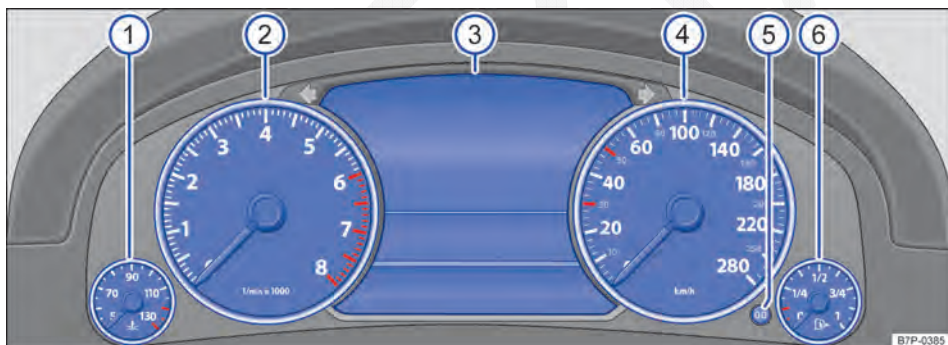

Fig. 17 No painel de instrumentos: instrumento combinado.
Esclarecimento dos instrumentos ⇒ Fig. 17:
De acordo com o equipamento do veículo, é possível que sejam exibidas diferentes informações no display do instrumento combinado ⇒ Fig. 17 ③: